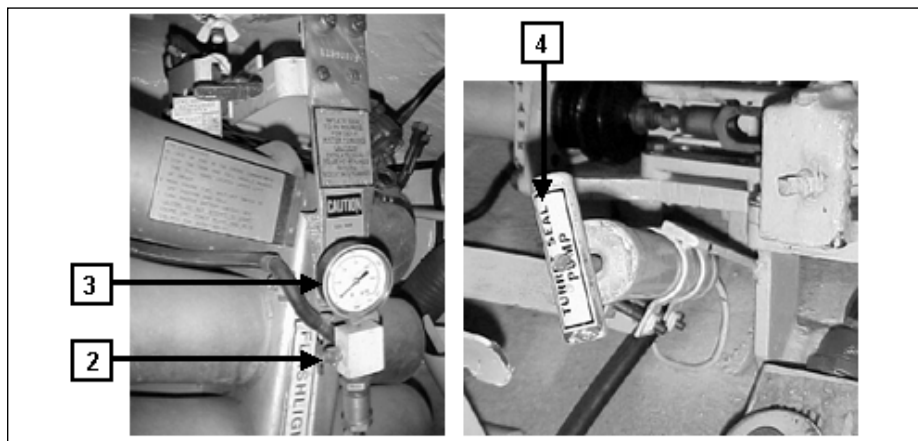
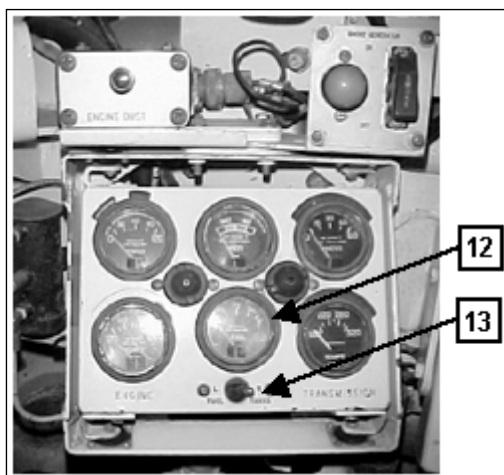

Fig 8-2. Fechamento da válvula de vedação da torre
Fig 8-7. Painel auxiliar do motorista
a. Procedimentos anteriores à instalação dos equipamentos de travessia. (Fig 8-2 e 8-6 a 8-13)
- (1) Certificar-se que o Can está livre da trava de viagem.
- (2) Desligar as teclas de aquecimento principal(8) e do aquecedor interno(9) (desligar o interruptor de força do aquecedor[HEATER MASTER] e o interruptor do aquecedor interno[ON-HI/OFF/ON-LOW]).
- (3) Desligar o interruptor de força do aquecedor(8).
- (4) Ligar a chave geral(10).
- (5) Ligar a bomba do porão, comprovando seu funcionamento pelo ruído e deixando-a ligada por, no máximo, 10 segundos. **O funcionamento em seco por mais de 30 segundos danifica o motor da bomba.**
- (6) Desligar a tecla da bomba do porão(11).
- (7) Fechar a válvula da vedação da torre.
- (8) Vedar a torre por meio da bomba manual com uma pressão de 25 PSI.
- (9) Girar a borboleta de fechamento(2) da vedação da torre no sentido anti-horário para abrir. (Fig 8-2)
- (10) Destruar o giro da torre somente quando o manômetro(3) apresentar 0(zero) PSI. (Fig 8-2)
- (11) Dar a partida no motor do CC.
- (12) Verificar o nível de combustível(12) em ambos os tanques colocando a chave seletora de verificação do nível de combustível(13) para a esquerda (L) e para a direita (R), verificando os mostradores. (Fig 8-7)